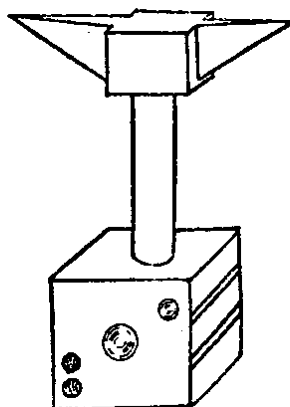

图 1—23 羊角砧子
2. 敲击工具 小锤是主要的敲击工具，其外形如图 1—24 所示。修理钟表，敲击动作都比较轻，有时用镊子尾部或木柄螺丝刀的木柄代替小锤。